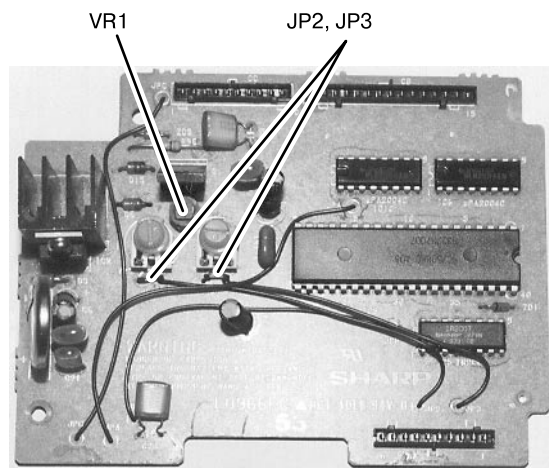

Рис. 1. Главная плата
- замкните накоротко контакты JP2 и JP3 на главной плате (рис. 1);